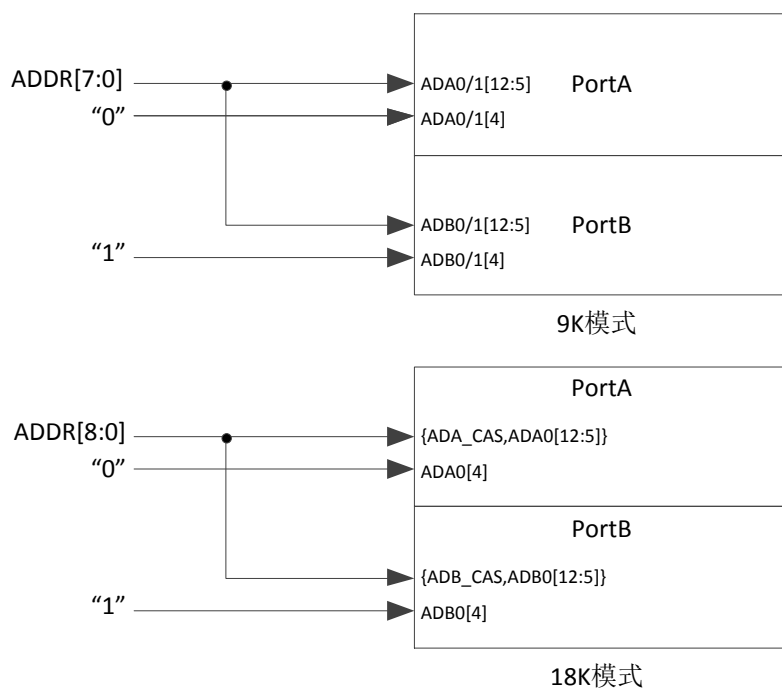

图 11 SPRAM 模式下 TW 和 RBW 模式地址线配置
- Port A 和 Port B 地址输入端口需同时接地址输入；ADA[4]和 ADB[4]需分别接 0 或者 1（相反），如图 11 所示：